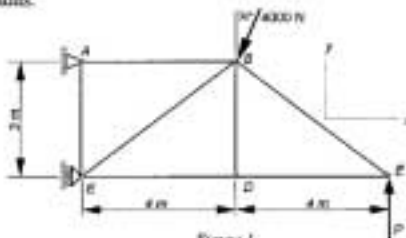

Figura 1.
**PROBLEMA 1.-** Hallar las reacciones en A y E si  $P = 500$  N en la estructura de la figura 1. ¿Cuál puede ser el valor máximo de P para que haya equilibrio estático?. El peso de la estructura se considera despreciable respecto a las cargas aplicadas.